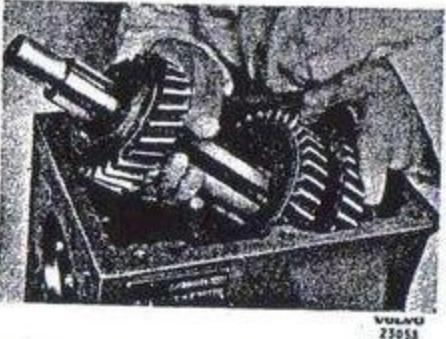

Bild 64. Demontering av utgående axeln.
7. Skjut utgående axeln bakåt och dra av bakre kullagret. Lyft ut utgående axeln (bild 64).